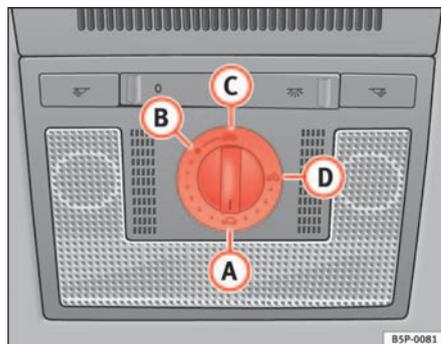

Fig. 71 Detalle del revestimiento interior del techo: mando giratorio del techo corredizo / deflector
- Gire el mando a la posición **A** ⇒ fig. 71 ⇒ **⚠**.